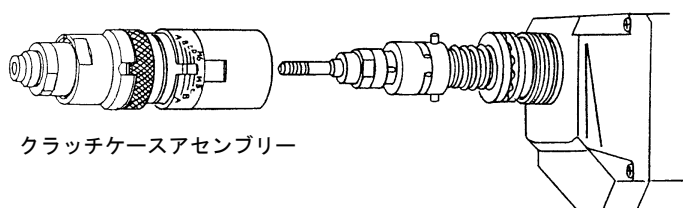

図6-8
- ④ ストローク調整 (P. 13) を行ってください。
(4) ストッパースプリングの交換
- ① 33mmのスパナを使用して、クラッチケースアセンブリーを右に回して緩めて外してください。(図6-8)